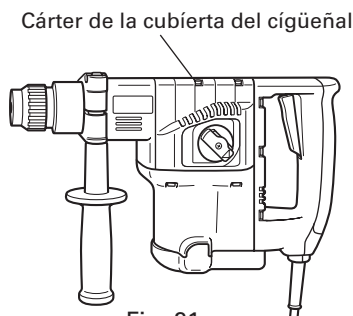

Fig. 21
- (1) Quitar la cubierta del cigüeñal y limpiar completamente la grasa vieja interna. (Fig. 21)
- (2) Aplicar 30g (la cantidad estándar para cubrir la biela) de grase para Martillo Eléctrico Hitachi de tipo A en el cárter.
- (3) Luego de cambiar la grasa, instalar el cárter firmemente. En este momento, no dañe ni pierda el sello de aceite.